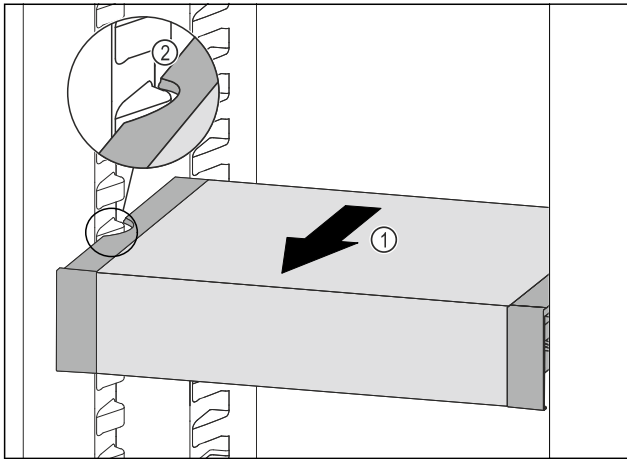

Fig. 205
- ▶ Вытягивайте VarioSafe вперед Fig. 205 (1), пока боковые выемки VarioSafe не окажутся на высоте выступа резервуара в холодильном отделении. Fig. 205 (2)